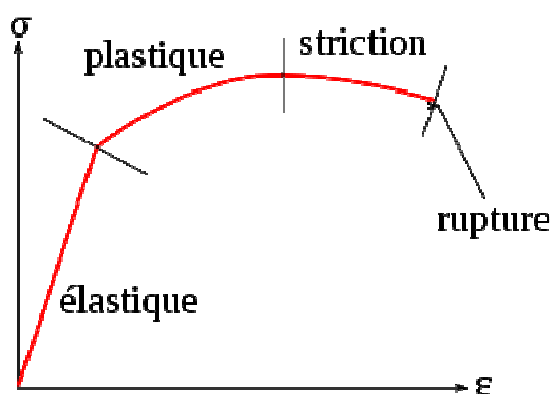

Figure 1
**Q1)** Donner une définition de la zone élastique, la zone plastique, la zone de striction et la rupture de l'acier. Représenter sur la figure 1 chaque zone.